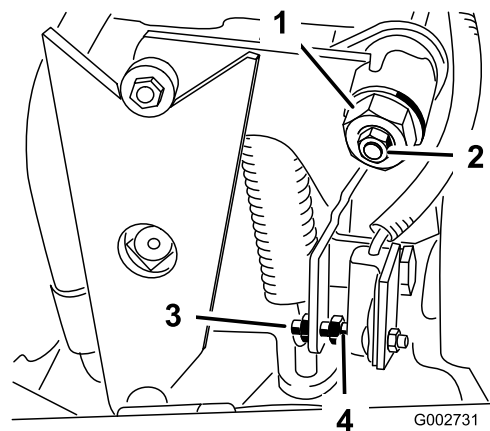

Figura 33
4. Afloje la contratuerca de la leva de ajuste de tracción (Figura 33).
5. Arranque el motor y gire el eje hexagonal de la leva (Figura 33) en ambos sentidos para determinar la posición intermedia de la sección de punto muerto.
- Ajuste el tornillo hasta que el hueco sea de $1,5 \text{ mm} \pm 0,8 \text{ mm}$ (Figura 33).